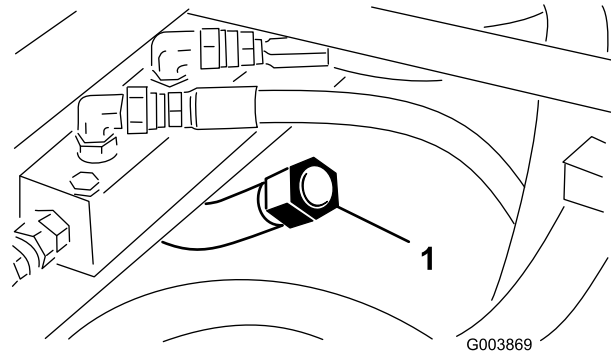

Figura 27
3. Desenrosque la varilla del cuello de llenado de la transmisión (Figura 27) y límpiela con un paño limpio.